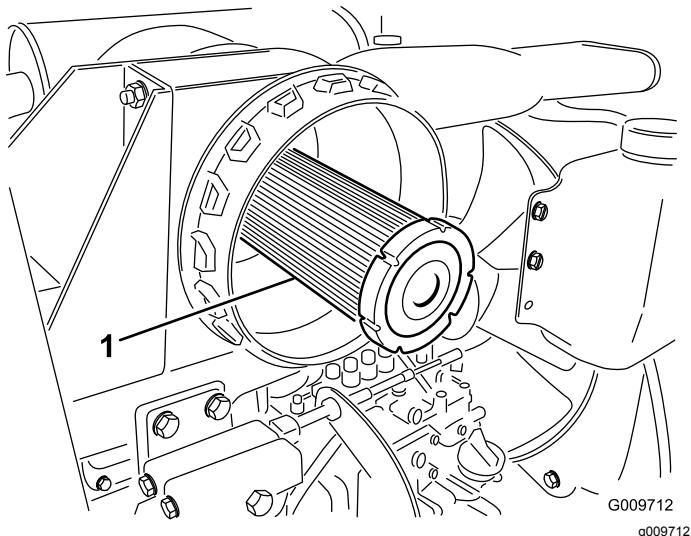

Figura 77
**Importante:** Nunca tente limpar o filtro de segurança (Figura 77). Substitua o filtro de segurança após três operações de manutenção do filtro primário.